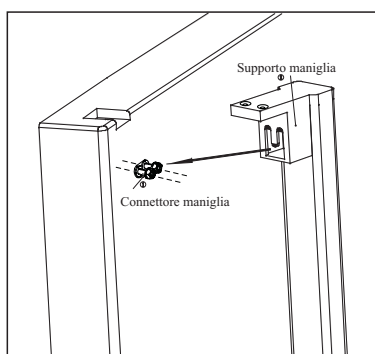
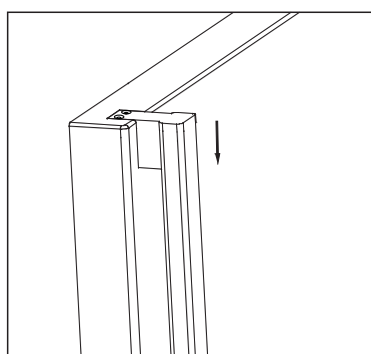

Figura 1
Figura 2
- 1) Mettere l'asta ad un uncino (1) nel connettore (2), (come mostrato nella Figura 1); poi abbassare con fermezza la maniglia mentre la parte superiore della maniglia e la parte superiore della porta sono a livello (come mostrato nella Figura 2).